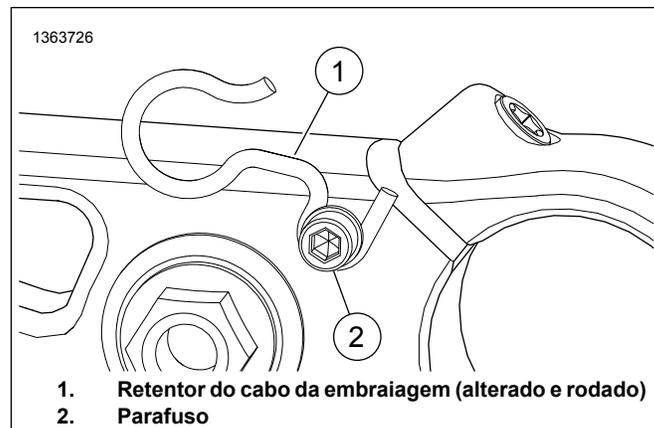

Figura 4. Retentor do cabo de embraiagem alterado
1. Figura 4 Desaperte o parafuso (2).
2. Retire o retentor do cabo de embraiagem OE (1).